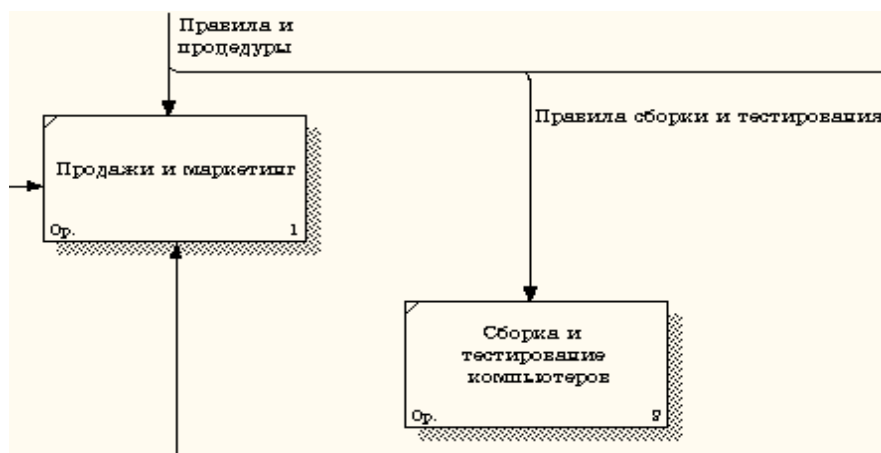

Рисунок 21 – Стрелка "Правила сборки и тестирования"
4.18 Правой кнопкой мыши щелкните по ветви стрелки управления работы "Сборка и тестирование компьютеров" и переименуйте ее в "Правила сборки и тестирования"(рисунок 21).